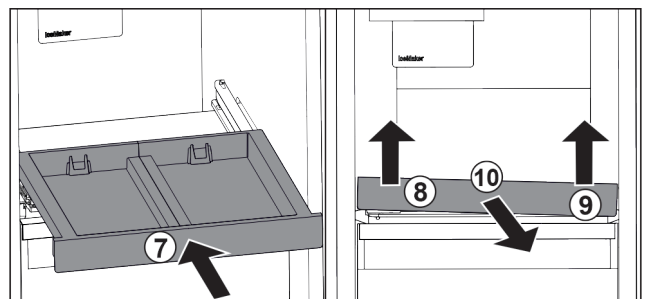

Fig. 106
- ▶ Vstavite izvlečno polico. Fig. 106 (7)
- ▶ Izvlečno polico dvignite naprej levo. Fig. 106 (8)
- ▶ Izvlečno polico dvignite naprej desno. Fig. 106 (9)
- ▶ Izvlečno polico odstranite v smeri naprej. Fig. 106 (10)